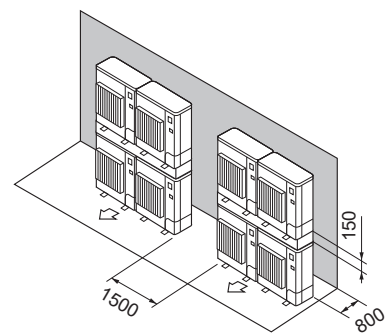

Fig. 2-19
- ⑦ Бөлшектелген блоктарды орналастыру (Fig. 2-19)